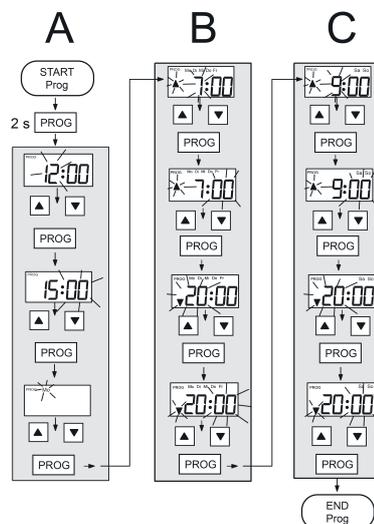

Figura 3: Fasi del programma
All'avvio della programmazione seguiranno le seguenti fasi (figura 3).
- Premere il tasto **Prog** per memorizzare il valore inserito e per richiamare il valore successivo (figura 3).